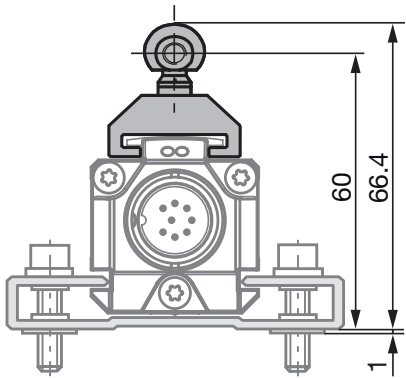
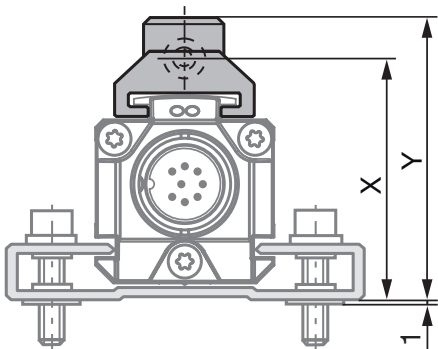
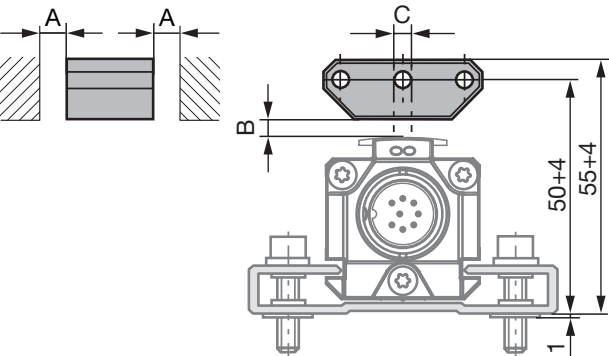
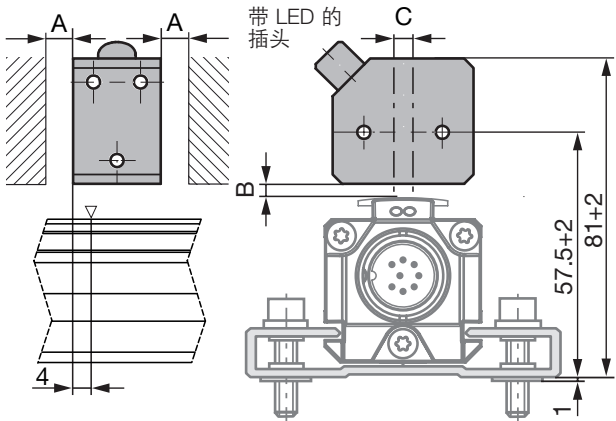

图 4-1: BTL5-F-2814-1S 磁环的尺寸和距离
图 4-3: BTL5-M/N-2814-1S 磁体的尺寸和距离
图 4-4: BTL5-P-3800-2 磁体的尺寸和距离
图 4-8: BTL5-P-4500-1 电磁体的尺寸和距离 (24 V/100 mA)
i 型材外壳中的 BTL 适用于浮动式（即，非接触式磁体）（参见图 4-4 图 4-8）和引导式磁体（参见图 4-1 至图 4-3）。
- 确保磁体与可磁化材质部件之间的距离 A 至少为 10 mm（参见图 4-4 至图 4-8）。
- 磁体和 BTL 之间的距离 B 和中心偏移 C 应保持下列数值（参见图 4-4 至图 4-8）：
测量范围向 BTL 插头偏移 4 mm（参见图 4-8）。